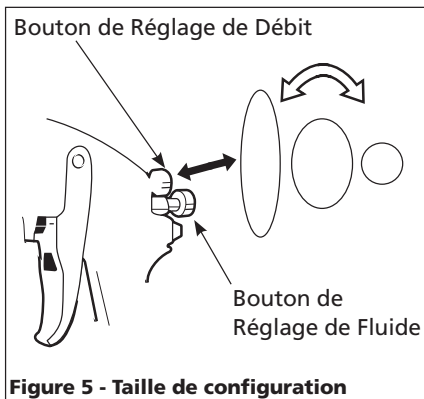

Figure 5 - Taille de configuration
2. Choisir la taille de configuration pour la forme désirée. Pour un plein débit, ouvrir le bouton de réglage de débit en tournant au sens contraire des aiguilles d'une montre. Pour un débit rond, tourner le bouton de réglage de débit au sens des aiguilles d'une montre (Voir Figure 5).
3. Tourner le bouton de réglage de fluide complètement au sens des aiguilles d'une montre jusqu'à ce qu'il soit fermé (Voir Figure 5).
- Desserrer les écrous de presse-étoupe. Remplacer le presse-étoupe SEULEMENT si la fuite ne peut pas être étanchée en resserrant l'écrou. (Voir Figure 5). Ne pas trop serrer un écrou de presse-étoupe, ceci peut limiter le déplacement de l'aiguille.